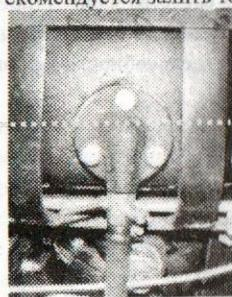

Рис. 3-1. Патрубок подачи топлива
5. Залить топливо в бак. Уровень топлива в баке должен всегда превышать уровень расположения патрубка подачи топлива (рис. 3-1) для исключения попадания воздуха в топливную систему. Рекомендуется залить топлива не менее половины бака.
- 1) залейте в бак топливо выше уровня расположения патрубка подачи топлива (рис. 3-1);